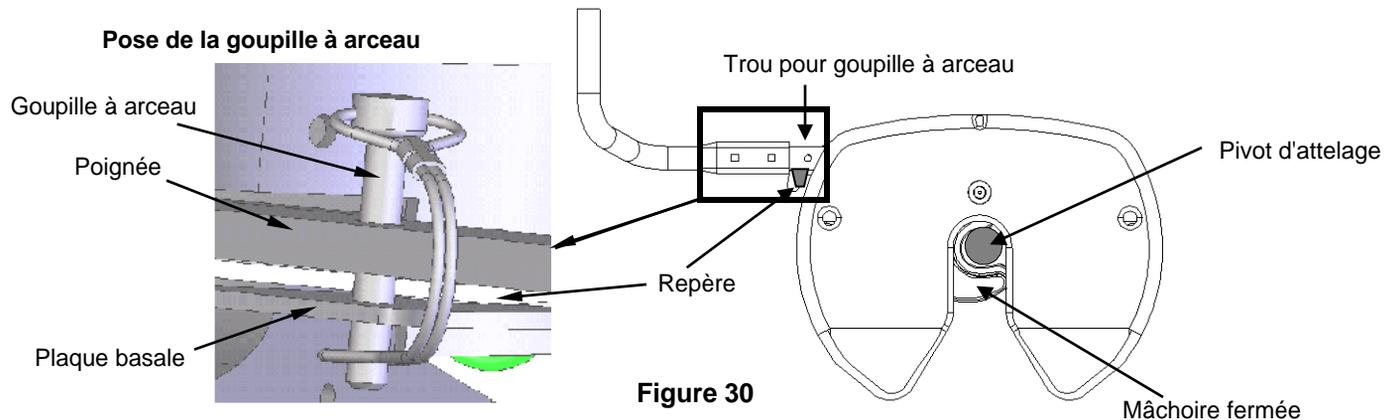

Figure 30
7. Placer la goupille à arceau dans les trous du levier et la plaque basale pour s'assurer que la mâchoire est fermée en position verrouillée. **SI LE REPÈRE OBSTRUE LE TROU DE LA GOUPILLE À ARCEAU, CELA SIGNIFIE QUE LA CARAVANE N'A PAS ÉTÉ CORRECTEMENT ATTELÉE. NE PAS REMORQUER ! Répéter les étapes ci-dessus jusqu'à ce que la caravane soit correctement attelée.** (Voir Figure 30)